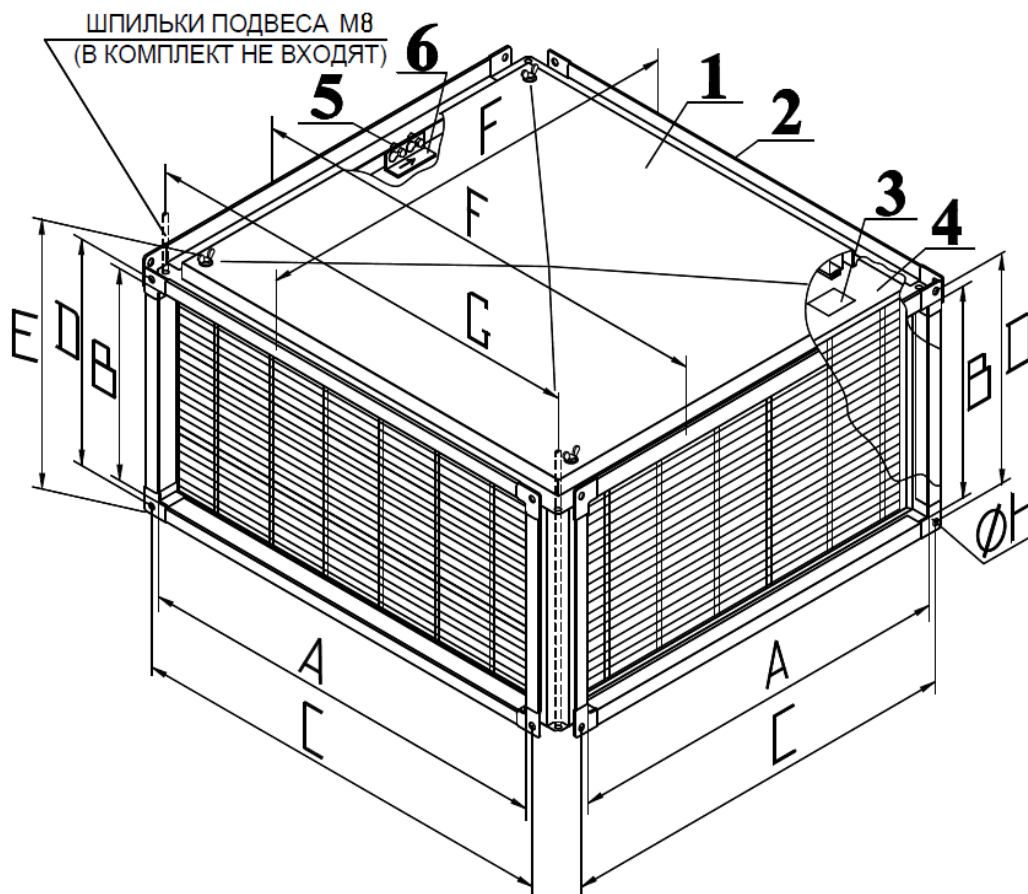

Рисунок 2.1 – Внешний вид и основные размеры рекуператоров KR
5.3. Рекуператор следует располагать съемной крышкой 1 дренажного поддона вниз (см. рисунок 2.1) горизонтально вниз.
5.6. Необходимо подвесить рекуператор на индивидуальном подвесе (шпильках М8) посредством штатных отверстий в крышках (см. рисунок 2.1). Допускается монтировать рекуператор в разрыве воздухопроводов без индивидуального подвеса при наличии собственного подвеса этих воздухопроводов.
При необходимости извлечения теплообменной вставки 4 необходимо снять дренажный поддон 1 и ослабив болтовые соединения 5 сдвинуть и удалить планки 6. При установке теплообменной вставки в корпус рекуператора следует обратить внимание на предупреждающую наклейку 3 «Неправильная установка теплообменной вставки приведёт к выходу из строя рекуператора» на её корпусе. Сторона с наклейкой должна быть обращена вниз (к дренажному поддону 1) (см. рисунок 2.1).